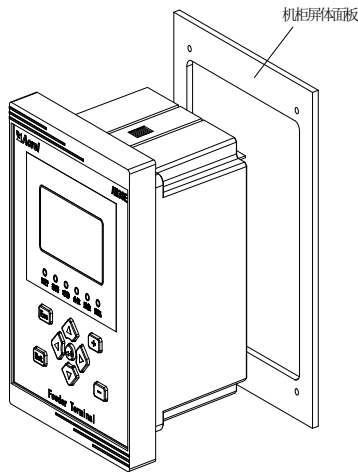
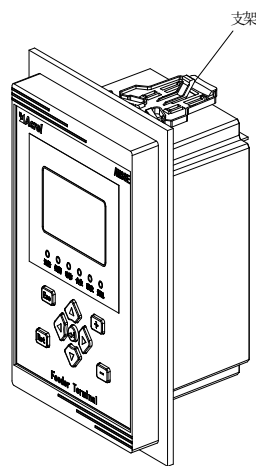
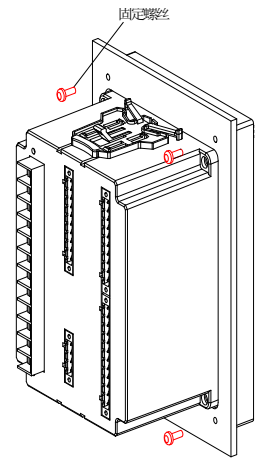

图 1
图 2
图 3
- 1) 首先在屏体面上按开孔尺寸开孔，如图 1。再将装置按图 2 所示放入开孔中，直到装置面板靠住机柜的面板。将支架放置于机柜面板的内部（上下各有一个支架），使装置牢固固定在机柜面板上。
- 2) 首先在屏体面上按开孔尺寸开孔，如图 1，再在柜门上开四个小螺丝孔如图 3，旋转 4